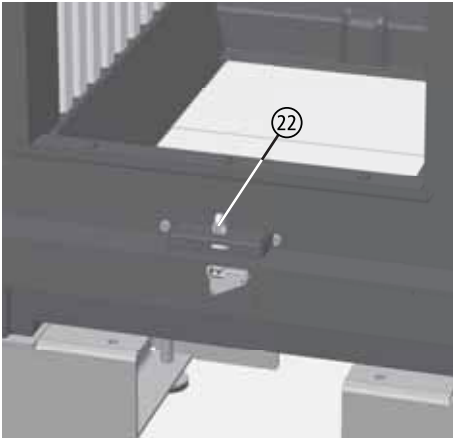

Abb. 7.10 Eingebauter Türschalter
②② Türschalter LT3 (TURMA/VIDA) (s. Abb. 7.10)	1005-03385